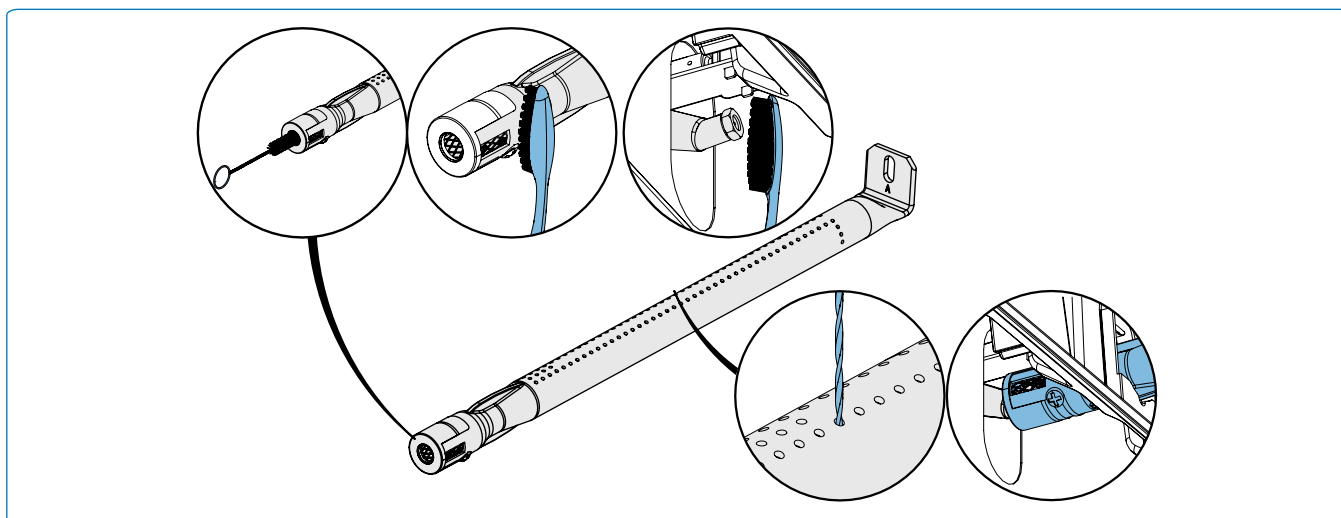

Fig. 19
1. Fjern skruen/skruerne, der fastgør brænderen til grillens bagvæg. Skub brænderen bagud og opad for at fjerne den. **(Fig. 19).**